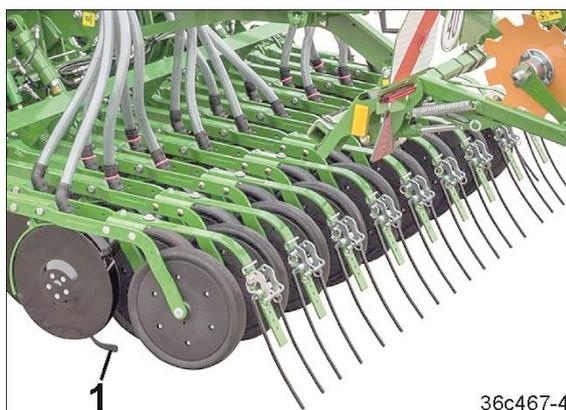

Fig. 494
1. Den Saatgutfixierer (Fig. 494/1) auf Verschleiß prüfen.